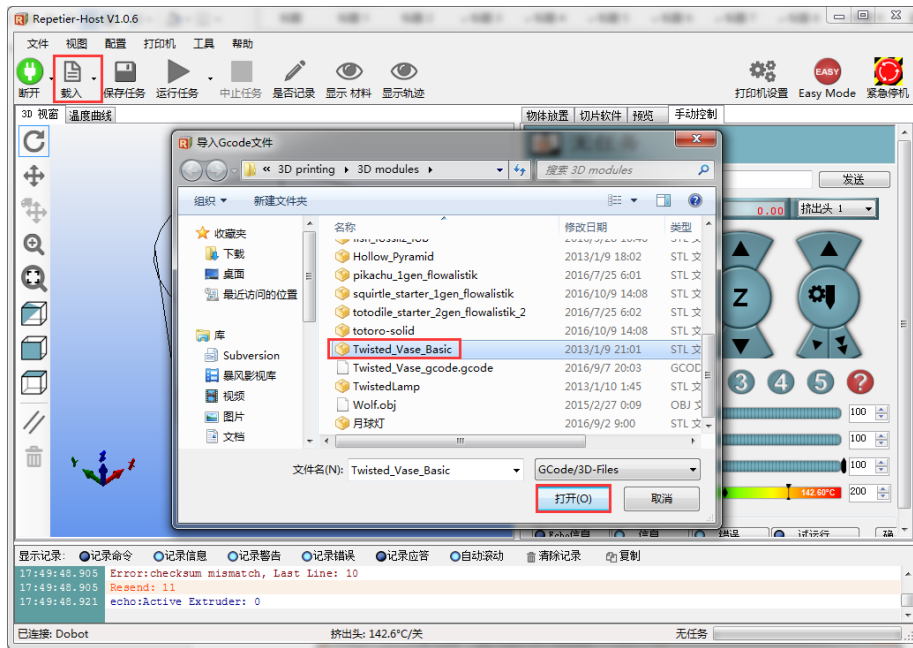

图 5.118 导入 3D 模型
**步骤 5** 单击“载入”，导入已准备的3D模型，如图 5.118所示。